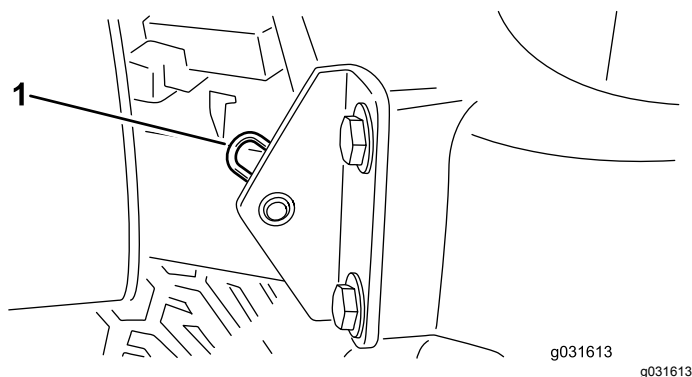

Рисунок 58
2. Снимите игольчатый шплинт крепления оси поворота капота к монтажным кронштейнам (Рисунок 58).